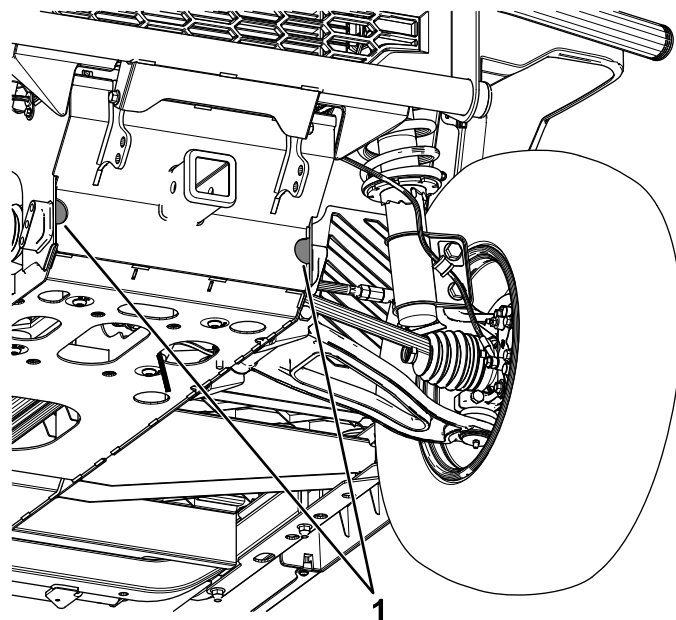
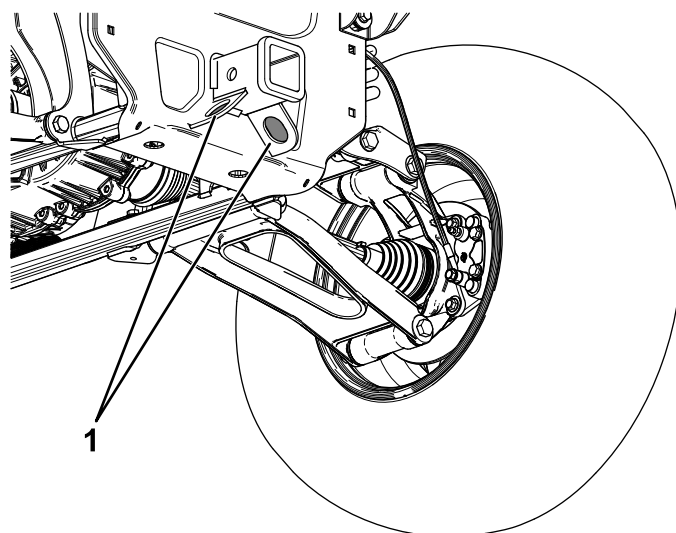

Figura 87
Figura 88
Consulte en la Figura 87 y Figura 88 la ubicación de los puntos de amarre de la máquina.
1. Conecte un cable de remolque al punto de remolque, en la parte delantera del bastidor de la máquina (Figura 87).